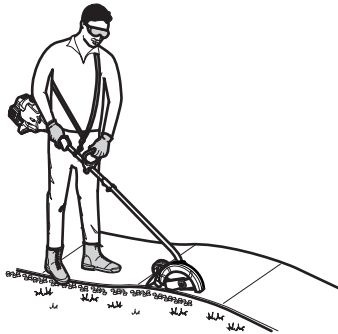

Fig. 4
- Placez-vous en position d'utilisation (Fig. 4). Tenez-vous bien droit. Ne vous penchez pas.